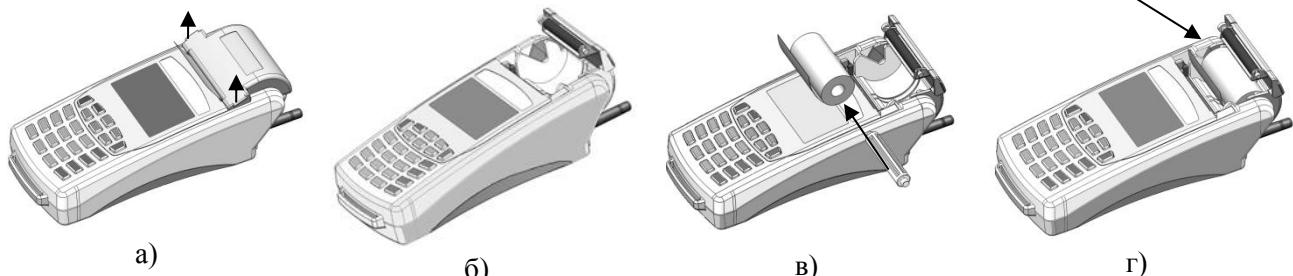

Рис. 11 Встановлення чекової стрічки
- Відчинити кришку боксу паперової стрічки (Рис. 11а, Рис. 11б).
- Витягнути пластикову вісь із картонним валиком (Рис. 11б).
- Встановити новий рулон на вісь (Рис. 11в).
- Встановити вісь з новим рулоном на місце, слідкуючи щоб кінці осі увійшли в пази. Вісь з рулоном повинен бути встановлений без перекосів і має вільно обертатися (Рис. 11г). При цьому на дисплей буде виведене повідомлення: